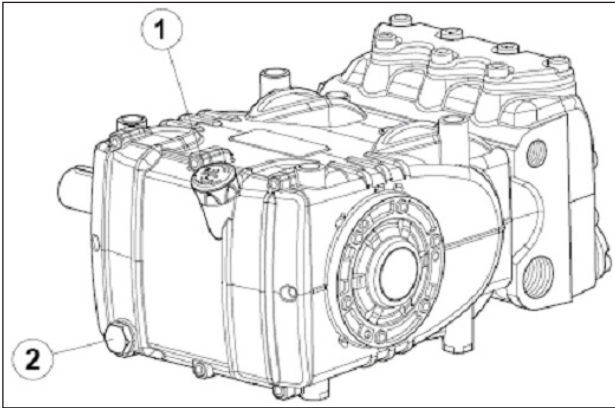

Abb. 3
Überprüfen Sie den Ölstand und füllen Sie bei Bedarf Öl über den Ölmesstab Pos. ①, Abb. 3 nach.
Die Ölstandskontrolle hat mit der Pumpe auf Umgebungstemperatur zu erfolgen, für den Ölwechsel soll die Pumpe dagegen auf Betriebstemperatur sein. Entfernen Sie dazu den Ölmesstab, Pos. ①, und anschließend den Verschluss, Pos. ②, Abb. 3.
Führen Sie einen Temperaturfühler in den Ölablassverschluss ein, Pos. ② Abb. 3.